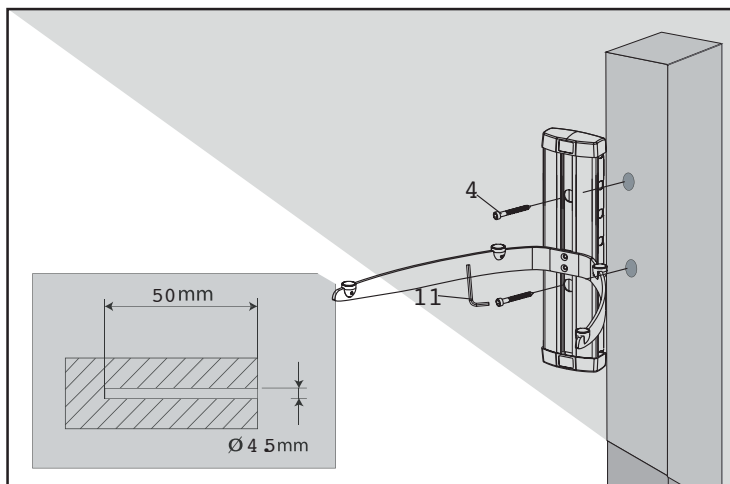

Fig. 3
Utiliser un détecteur électronique en position étendue pour détecter la position de la latte, puis faites une marque. Mettre le support mural dans la position finale, utiliser le pour calibrer, placer les trous dans la latte. Utiliser une aiguille de 4.5mm de diamètre pour percer trois trous de 50mm de profondeur. Monter solidement le plateau mural avec les longues vis (4) 5x5mm et grâce à la clé (I I) fournie. Comme montrer dans la Fig.3.